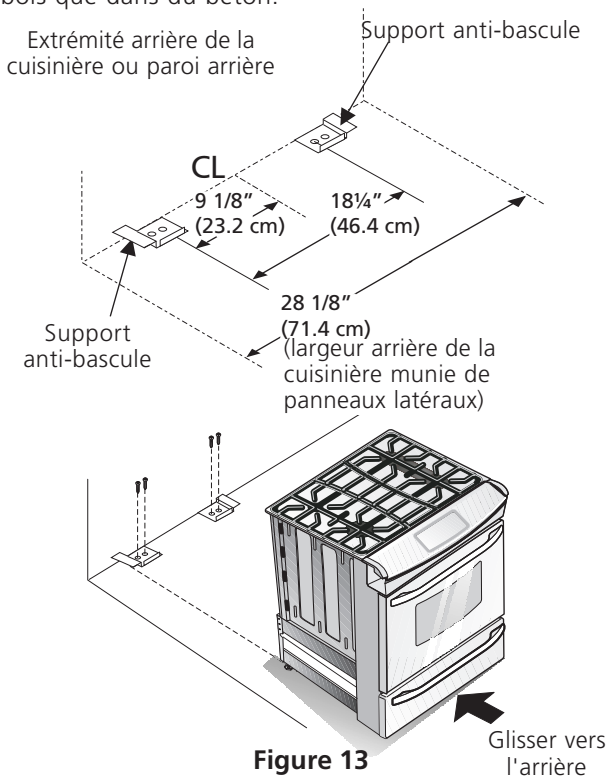

Figure 13
1. Dépliez le gabarit de papier et placez-le à plat sur le plancher, l'endos et les extrémités des côtés exactement à l'endroit où l'arrière et les côtés de la cuisinière seront placés lors de l'installation (utilisez le diagramme ci-dessous pour localiser les supports anti-bascules si le gabarit de papier n'est pas disponible (Figure 13)).